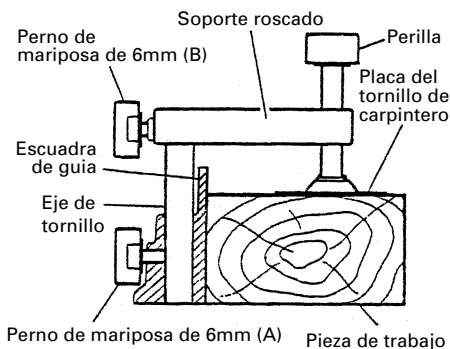

Fig. 25
(1) El conjunto de tornillo de carpintero puede montarse en la escuadra de guía izquierda (escuadra de guía (B)) o bien en la escuadra de guía derecha (escuadra de guía (A)) aflojando el perno de orejas de 6mm (A).
(2) El portatornillo puede elevarse o bajarse de acuerdo con la altura de la pieza de trabajo aflojando el perno de orejas de 6mm (B). Después del ajuste, apriete firmemente el perno de orejas de 6 mm (B) y fije el portatornillo.
(3) Gire la perilla superior y fije firmemente la pieza de trabajo en su lugar (Fig. 25).